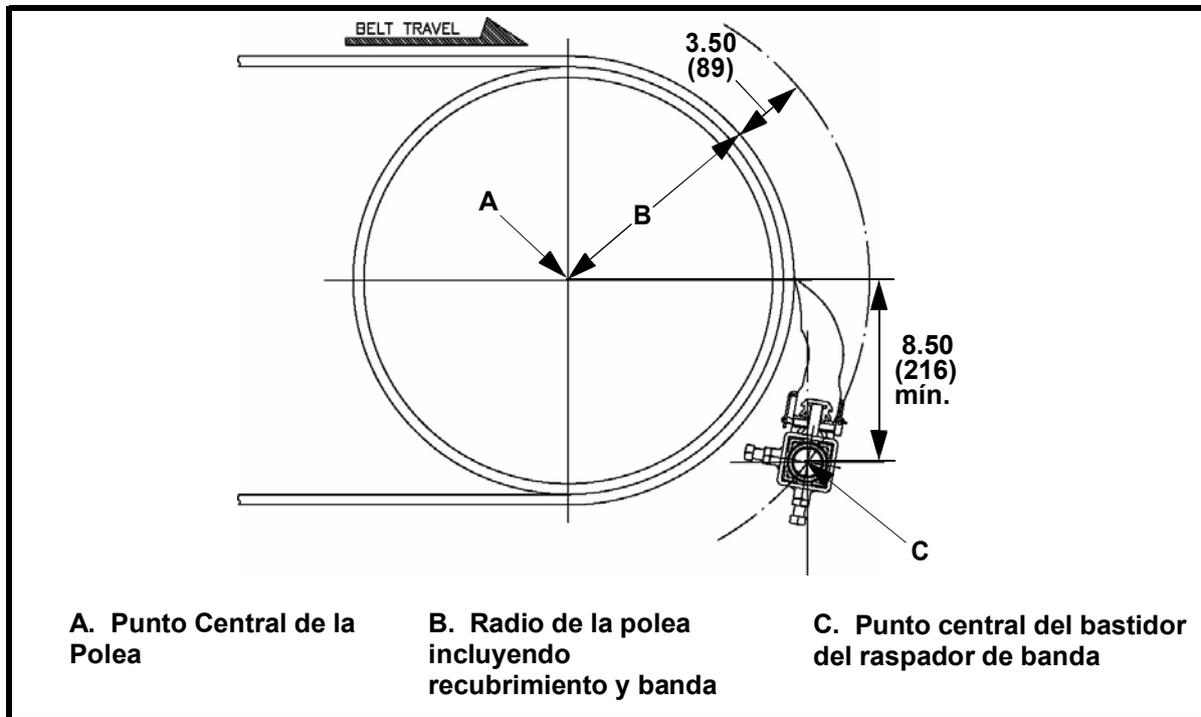

Figura 1. Ubicación del Bastidor del Raspador de Banda
3. Partiendo del punto central (A), mida la distancia total calculada en la etapa 2 ($B + 3.50$) y dibuje un arco en la pared del chute.
4. Mida la distancia que se muestra en la Figura 1 partiendo de la línea central horizontal de la pulea y dibuje una línea horizontal paralela a esta. Localice el punto central del bastidor del raspador de banda (C) en el punto en que esta línea intercepta el arco en la pared del chute.